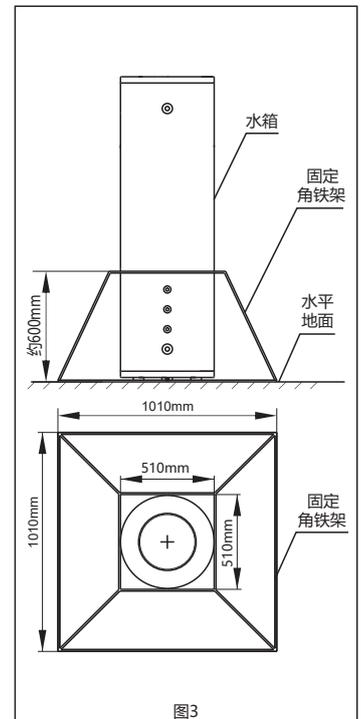

图3
- 2、当水箱不能够靠墙安装时请按图3示意的方式固定水箱，并按照图示的方式焊接角铁支架；
- 2、按图3所示放置固定角铁架；